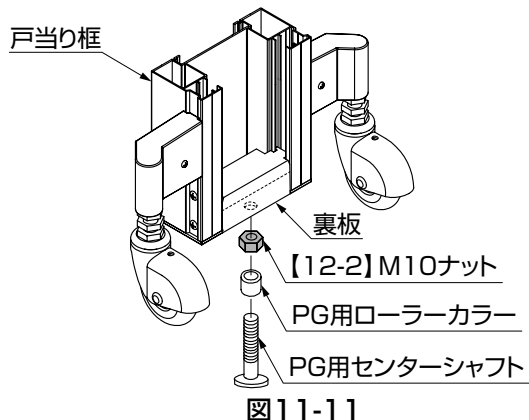

図11-11
- ①PG用ローラーカラーと【12-2】を組付けたPG用センターシャフトを裏板に仮組みしてください。(図11-11参照)